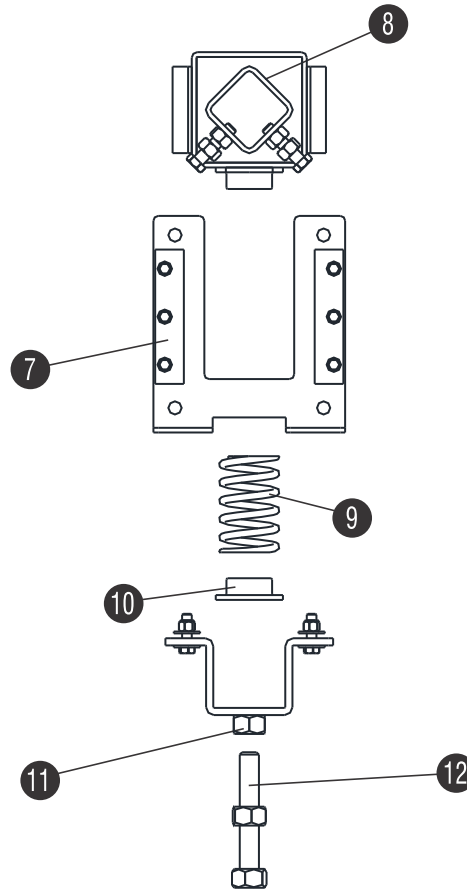

Figura 2. Tensor Spring-Shoc Diagrama de Piezas
- Con los Soportes de Montaje fijados, ahora ensamble los tensores Spring-Shoc como se muestra en la *Figura 2*.